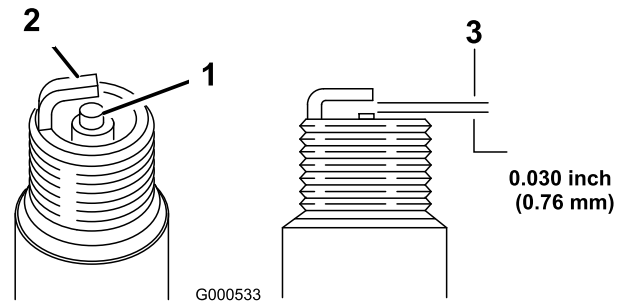

Figura 49
1. Controllate il centro delle candele (Figura 49).
2. Verificate la distanza tra gli elettrodi centrale e laterale (Figura 49), e se non è esatta piegate l'elettrodo laterale.